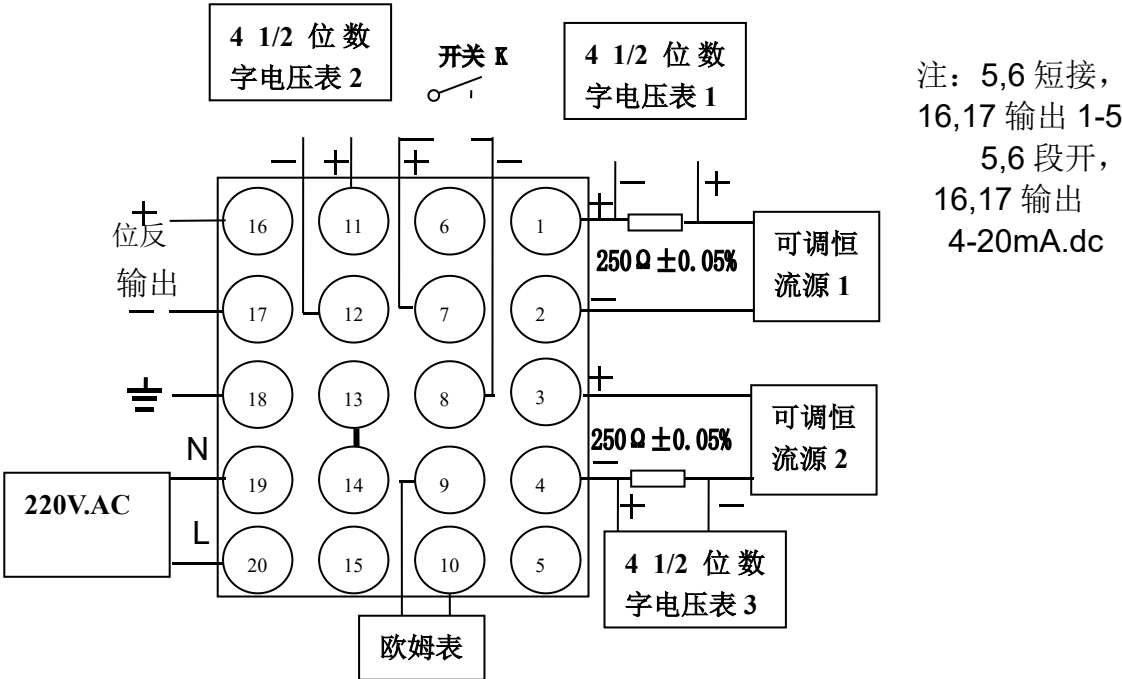
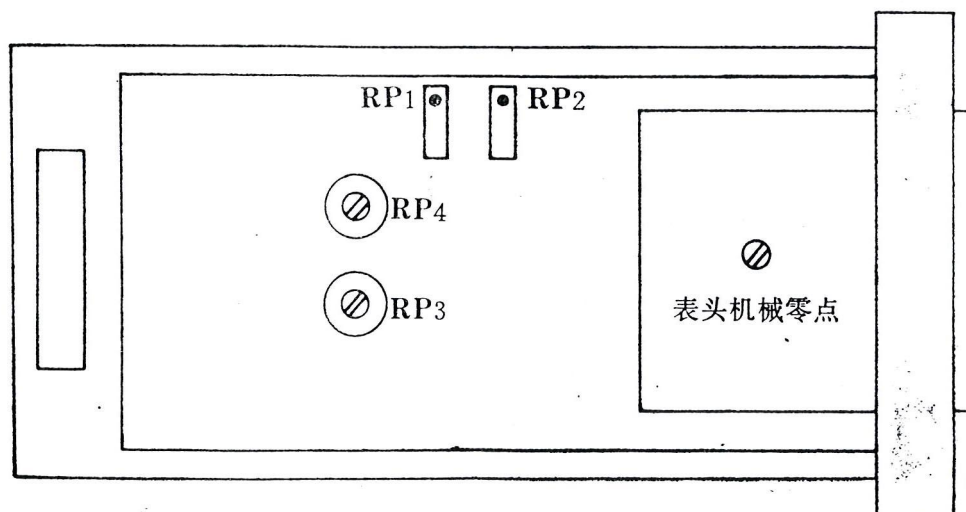

图 5 校验接线
图 6 调校示意图
本操作器具有输出电流的上下限限幅功能。上限限幅为 40%~100% 连续可调。下限限幅为 0%~60% 连续可调。上限调电位器 P5，下限调电位器 P6，见图 6。
1. 以 DFQ-2103LA 为例，校验接线图如图 5，调校示意图如图 6。
按图 5 接线，面板上自动/手动开关置自动状态，并预热 10 分钟。